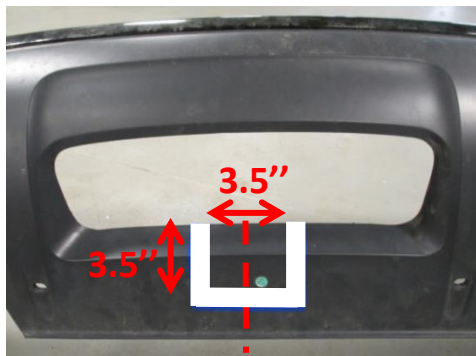

Figura 5
- Localizar la línea central de la fascia inferior y recortar a 3.5" de altura y 3.5" de ancho, a partir de la abertura ranurada en la fascia como se muestra en la Figura 5.
6. Localizar la línea central de la fascia inferior y recortar a 3.5" de altura y 3.5" de ancho, a partir de la abertura ranurada en la fascia como se muestra en la Figura 5.